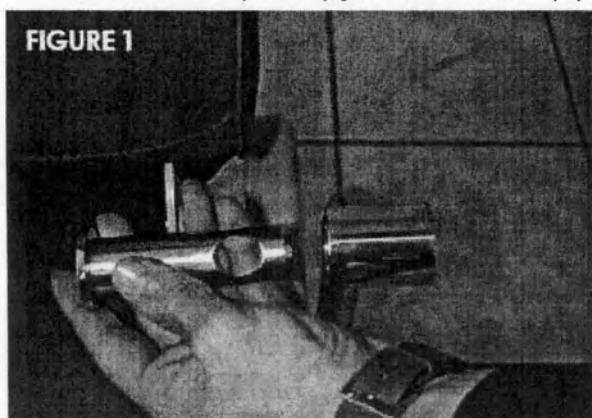

FIGURE 1
- вставьте шарнир (8) в опору подлокотника (рисунок 1);